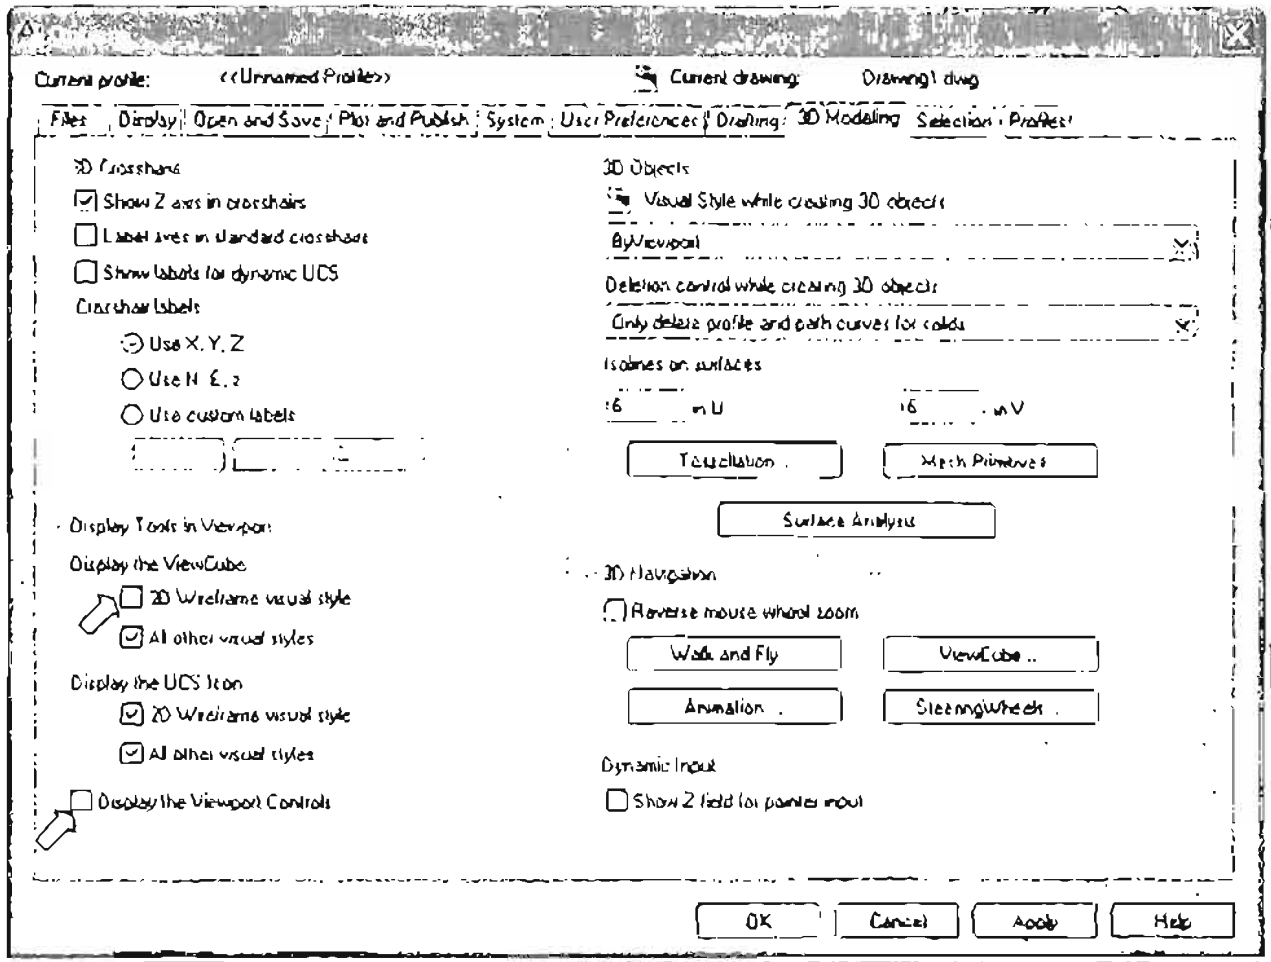

Рис. 1.5. Изменение видимости видовой куба и панели управления видовыми экранами
3. Снять флажки в области Display Tools in Viewport (Инструменты на видовом экране) Display the ViewCube 2D (Показывать видовой куб) Wireframe visual style (Визуальный стиль 2D каркаса) и Display the Viewport Controls (Элементы управления видовыми экранами) как показано на рис. 1.5